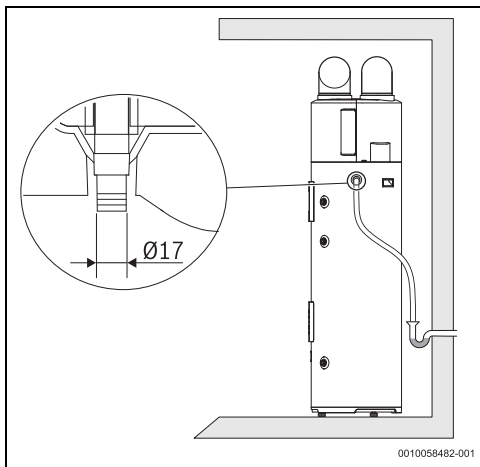

Fig. 15 Conexión de la salida de condensados
- ▶ Conectar una tubería de salida de gases flexible de Ø 20 mm (fig. 15).